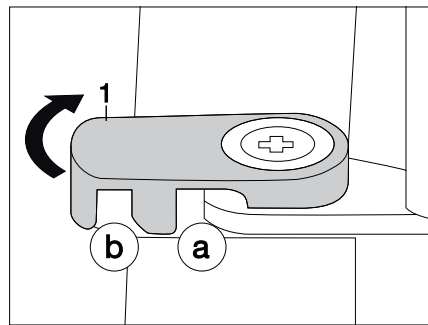

Bild 93 Kühlschranktür arretieren
- Arretierhebel (Bild 93, 1) zur Seite drehen.
- Arretierhebel (Bild 93, 1) in Arretierstellung a drehen. Die Kühlschranktür ist geschlossen und arretiert.
- Arretierhebel (Bild 93, 1) in Arretierstellung b drehen. Die Kühlschranktür ist in Lüftungsstellung arretiert.